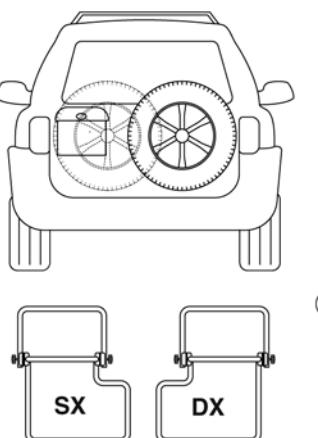
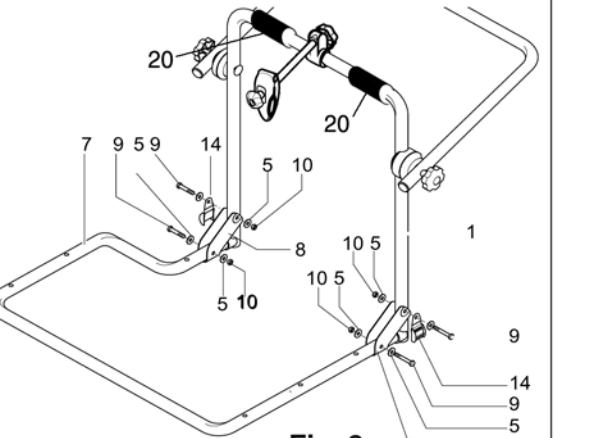

Fig. 2
Fig. 3
i Alvorens onderstaande handelingen te verrichten, controleren of het reservewiel van uw voertuig rechts of links gemonteerd is. De stang waar de dragers op komen (7) kan naar gelang daarvan aan beide kanten gemonteerd worden, zie fig.2;
- Na gesloten te hebben de stang waar de dragers op komen (7) rechts of links te monteren, de beugels (8) aan dezelfde stang (7) bevestigen, met behulp van de schroeven 6x40 (9), de ringetjes (5) en de M6 borgmoeren (10);
- Bevestig dan de stang waar de dragers op komen (7) aan de draagstang (1), zoals in fig.3, door middel van de beugels (8). Gebruik voor de bevestiging van de beugels op de stang (1) achtereenvolgens de schroeven 6x40 (9), de gespen (14), de ringetjes (5) en de M6 borgmoeren (10). Met geschikt gereedschap aandraaien;
Bevor man die oben beschriebenen Vorgänge ausführt, ist zu prüfen, ob das Reserverad Ihres Fahrzeugs sich rechts oder links befindet. Das Rinnenträgertrohr (7) kann je nach Bedarf auf beiden Seiten montiert werden, siehe Abb. 2.
- Nachdem die rechte oder linke Position des Rinnenträgertrohrs (7) festgestellt ist, die Bügel (8) an dem gleichen Rohr (7) befestigen, wozu man die Schrauben 6x40 (9), die Unterlegscheiben (5) und die selbstsperrenden Muttern M6 (10) benutzt.
- Anschließend das Rinnenträgertrohr (7) wie in Abb. 3 gezeigt am Tragrohr (1) befestigen, und zwar mittels der Bügel (8), indem man zum Befestigen der Bügel auf dem Rohr (1) nacheinander die Schrauben 6x40 (9), die Gurtklemmschlösser (14), die Unterlegscheiben (5) und die selbstsperrenden Muttern M6 (10) verwendet. Mit einem passenden Werkzeug anziehen.
i Avant d'effectuer les opérations décrites ci-après, vérifiez si la roue de secours de votre véhicule est à droite ou à gauche. Le tube de support des rails (7) peut être monté des deux côtés, selon les cas (voir fig. 2).
- Après avoir décidé pour la position droite ou gauche du tube de support (7), fixez les étriers plats (8) au tube (7) lui-même, en utilisant les vis 6x40 (9), les rondelles (5) et les écrous autobloquants M6 (10);
- Après quoi fixez le tube de support (7) sur le tube du cadre portant (1) au moyen des étriers plats (8), comme l'indique la fig. 3. Pour la fixation des étriers sur le tube (1) utilisez dans l'ordre les vis 6x40 (9), les bouches d'accrochage (14), les rondelles (5) et les écrous autobloquants M6 (10). Serrez au moyen de l'outil prévu à cet effet.